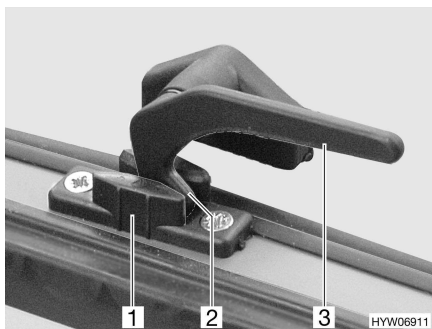

Fig. 29 Palanca de bloqueo en la posición de "ventilación continua"
- En la posición "ventilación continua" (Fig. 29)
- Girar la palanca de bloqueo (Fig. 29,3) un cuarto de vuelta hacia la mitad de la ventana.
- Girar de nuevo hacia atrás la palanca de bloqueo. El saliente de bloqueo (Fig. 29,2) se ha de introducir para ello en el rebaje del bloqueo de la ventana (Fig. 29,1).